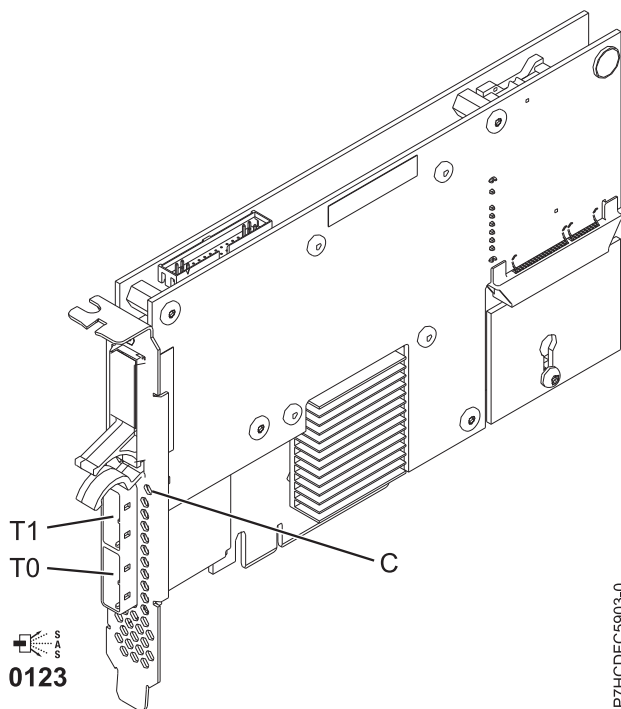

Figure 35. Carte SAS RAID PCIe double accès x4, 3 Gb
L'adaptateur 5805 possède un voyant ((C) dans la figure 35) qui clignote si des données sont présentes en cache. Le voyant de présence de données en cache clignote lorsqu'il y a de possibles données présentes dans le cache de l'adaptateur. Si le voyant indiquant la présence de données en cache clignote, ne remplacez pas le bloc de batteries de cache. S'il est remplacé pendant que le voyant clignote, les données en cache seront perdues. Voir la figure 35 pour localiser le voyant de présence de données en cache sur cet adaptateur.